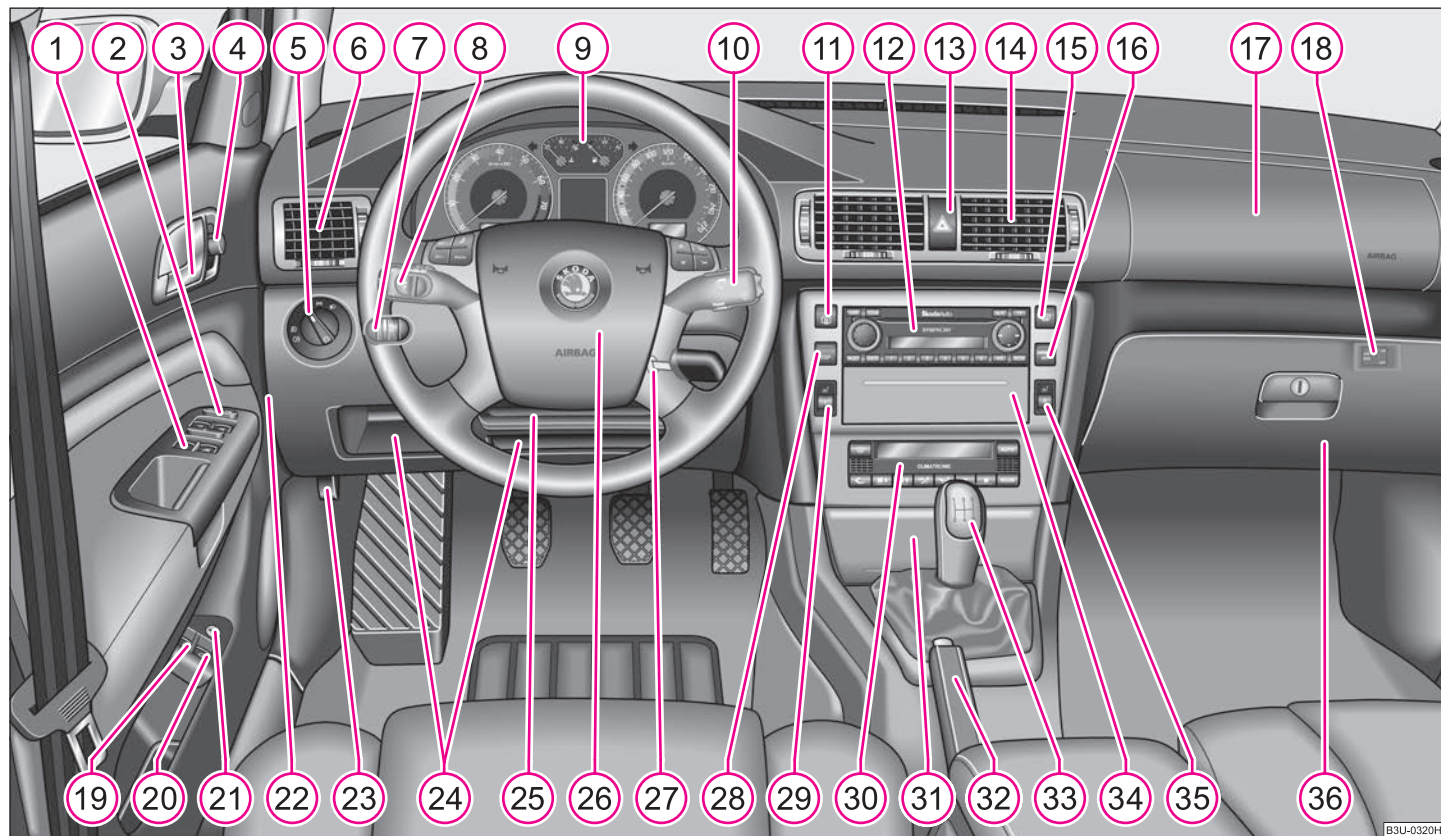

Fig. 1 Alcuni degli allestimenti illustrati in figura sono previsti soltanto per alcuni modelli o sono optional
- Sui veicoli con guida a destra la disposizione degli elementi di comando è in parte diversa da quella qui ⇒ pag. 8, fig. 1 raffigurata. I simboli corrispondono comunque ai singoli elementi di comando. ■